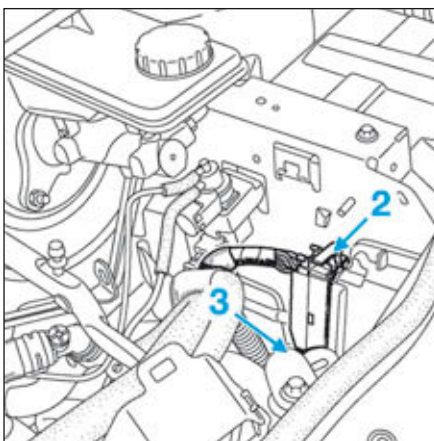

FIG.56
- Débrancher les connecteurs (2) et (3) (Fig.56) du calculateur de boîte de vitesses robotisée.